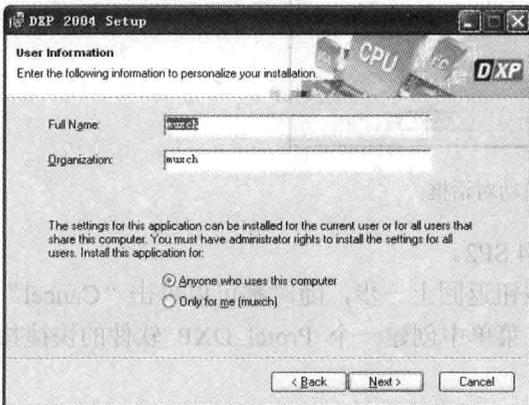

图 1-3 “User Information”对话框
3) 单击“Next”按钮进入“User Information”(用户信息登记)对话框, 如图 1-3 所示。在该对话框中, 用户可以根据自己的情况输入用户的个人信息, 如 Full Name (完整的用户名) 和 Organization (用户单位), 还可以设定软件的使用权限, Only for me (仅限本人使用) 或者是 Anyone who uses this computer (该计算机的所有用户)。